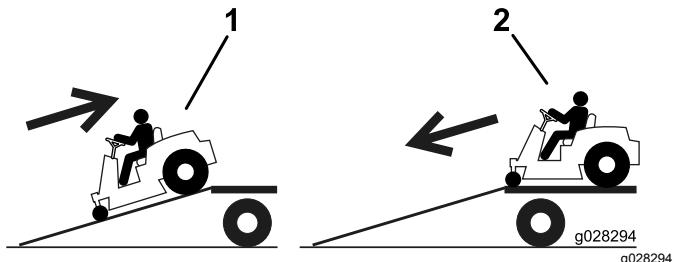

Figura 33
4. Suba la máquina por la rampa en marcha atrás (Figura 33).
2. Baje la máquina por la rampa conduciendo hacia adelante (Figura 33).